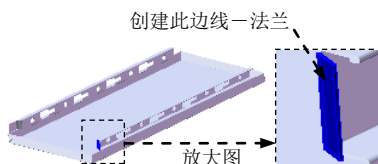
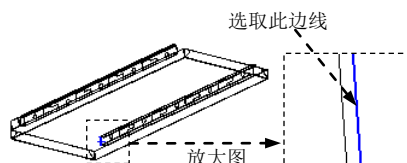

图 17.6.43 创建边线一法兰特征 17
图 17.6.44 定义特征的边线
Step21. 用相同的方法创建另一侧的边线一法兰 17 (图 17.6.43), 边线法兰的边线如图 17.6.44 所示。详细操作过程参见 Step19。